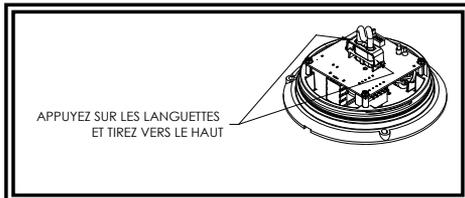

Figure 4
La plupart des défaillances du stroboscope peuvent être imputées à des problèmes de raccordement ou de batterie. Vérifiez tous les câblages et connexions pour vous assurer que la tension arrivant à la lampe stroboscopique est correcte. Si le stroboscope fonctionne de manière irrégulière ou s'arrête complètement et que le câblage n'est pas en faute, le problème vient probablement de l'usure du tube à éclair. Pour remplacer la lentille, retirez-la et retirez le tube à éclair en appuyant sur les languettes des côtés du support du tube et en les tirant. **AVERTISSEMENT!** L'alimentation électrique du stroboscope est un dispositif à haute tension. Attendez 5 minutes après avoir coupé le courant avant de retirer la lentille pour accéder aux parties internes. Branchez le nouvel ensemble de tube. Voir Figure 4. **Remarque :** Le connecteur fonctionne avec une clé pour garantir sa correcte orientation. Ne forcez pas. Si les problèmes persistent, remplacez le produit à votre revendeur local pour le remplacer grâce à la garantie ou appelez le service client d'ECCO pour obtenir de l'assistance au (800) 635-5900.